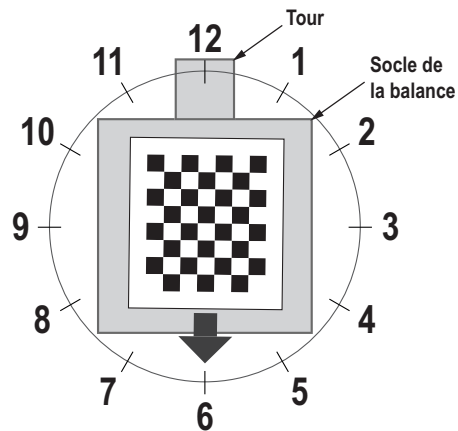

Figure 5-10. Tournez à 6 heures.
- Alignez l'objet d'étalonnage de sorte que les réticules soient centrés. Tournez l'objet d'étalonnage à 6 heures, la tour étant à 12 heures (Figure 5-10).